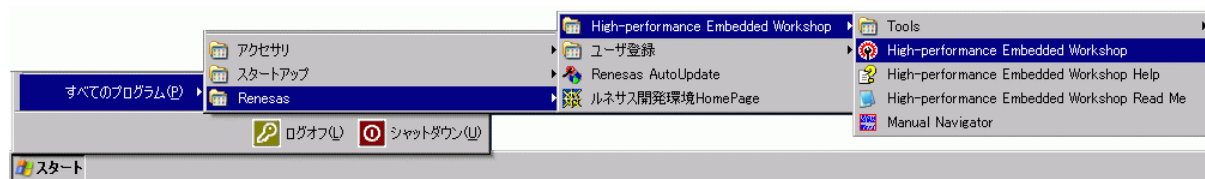

図 2-11 [スタート]メニュー
- (1) ホストコンピュータとE6000エミュレータを接続してください。
- (2) E6000エミュレータのコネクタとユーザインタフェースケーブルを接続します。
- (3) E6000エミュレータの電源を入れてください。
- (4) [スタート]メニューの[プログラム]からHigh-performance Embedded Workshopを起動してください。(図 2-11)